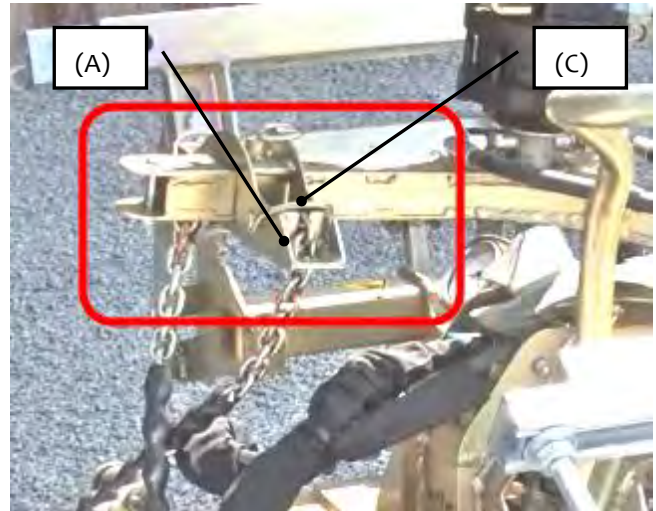

Bild 32
Einstellketten (B) wieder mit Klappsteckern (C) sichern (siehe Bild 32).